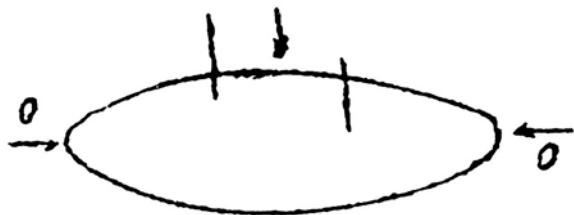

图 19
(15) 电极在电场方向机械移动(图 19), 波形特征: 仅在试验电压的半周(正或负)上出现的与峰值对称的两个放电响应, 幅值相等而脉冲方向相反。起始电压时两个脉冲在峰值处靠得很近, 电压升高时逐渐分开, 并可能产生新的脉冲讯号对。原因: 电极的部分(尤其是金属箔电极)在电场作用下运动。